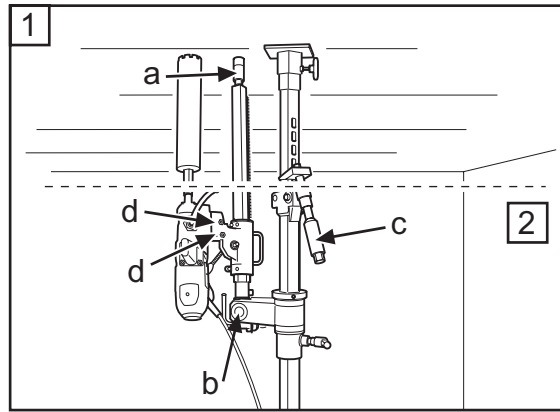

Fig.12
4. Kontrollera att stämskruven (a) i borrhjulet är i inskruvat läge. Fäll upp och lås borrhjulet i vertikalt läge med mutter 30 mm (b) (Fig.12).
4. Kontrollér, at stempelskruen (a) i boresøjlen er skruet ind. Fæld boresøjlen op, og lås den i lodret stilling med 30-mm-møtrikken (b) (Fig.12).
4. Kontroller at søyleskruen (a) i borsøylen er i innskrudd stilling. Fell opp og lås borsøylen i vertikal stilling med mutter 30 mm (b) (Fig.12).
6. Skruva in stämpskruven mot taket för att fixera borrhjulet i läge, säkra med låsmutter 30 mm (a) (Fig.12). Använd en träregel eller liknande som mellanlägg.
6. Skru stempelskruen mod taget for at fiksure boresøjlen i dens position, og sørg for at sikre den med 30-mm-låsemøtrikken (a) (Fig.12). Brug et stykke træ eller lignende som mellemlæg.
6. Skru inn søyleskruen mot taket for å fiksure borsøylen i stilling, sikre med låsemutter 30 mm (a) (Fig.12). Bruk en treplanke eller liknende som mellomlegg.